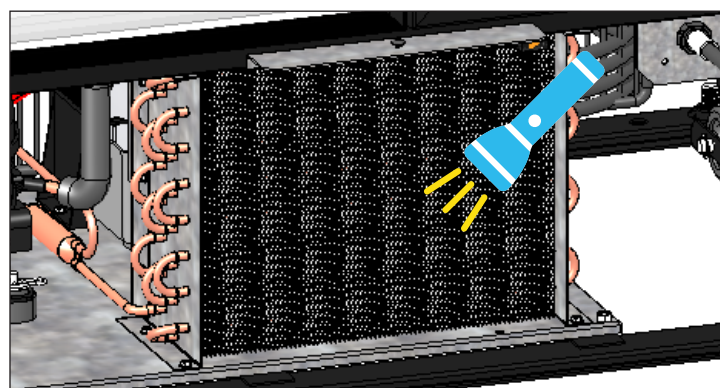

Fig. 4. Vérifiez que toutes les obstructions ont bien été éliminées.
4. Une fois la saleté retirée de la surface du serpentin, utilisez une lampe torche pour vérifier que vous voyez à travers le serpentin et observez la rotation des lames du ventilateur du condenseur. Voir fig. 4.